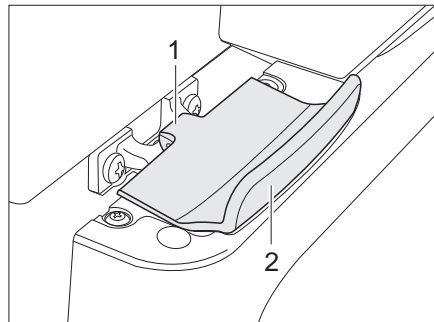

Bild 250 Verriegelung der Kälteboxtür, geschlossen (Thetford)
- Kälteboxtür am Griff (Bild 250,2) öffnen. Die Verriegelung (Bild 250,1) wird automatisch gelöst.